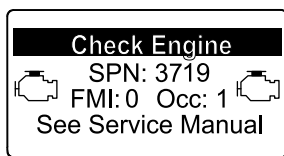

Figure 74
- Avertissement moteur SPN 3719, FMI 0 (Figure 74)